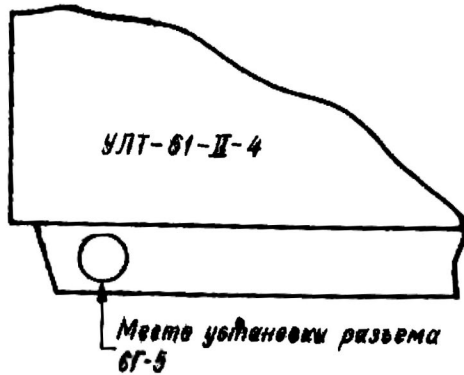

Рис. 9. Установка разъема СГ-5 в телеприемник типа УЛТ-61-П-4
6. Укрепить розетку разъема СГ-5 со жгутом согласующего устройства на задней стенке телеприемника в соответствии с рис. 9.